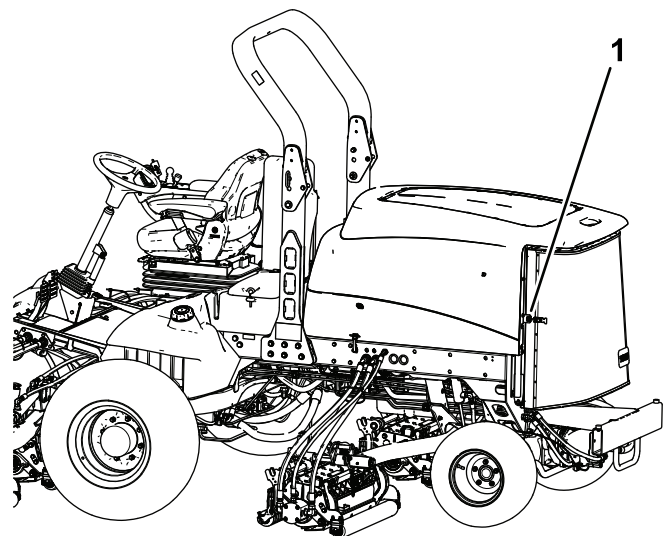

Figura 99
2. Destranque e abra o painel traseiro (Figura 99).